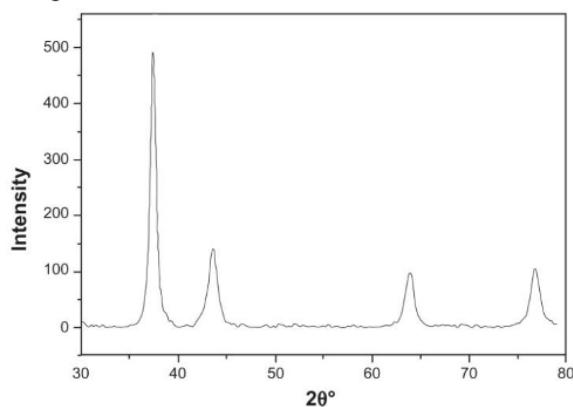

Рис. 1. Дифрактограмма кристалла, полученная с использованием Си Ка излучения, длина волны $\lambda=0,154$ нм.
- 1.3. Определить индексы Миллера интерференционных линий на дифрактограмме на рис. 1.
- 1.4. Определить полуширину интерференционной линии с индексами Миллера (111) используя дифрактограмму на рис. 1.
- 1.5. Определить интенсивность интерференционной линии с индексами Миллера (100) используя дифрактограмму на рис. 1.